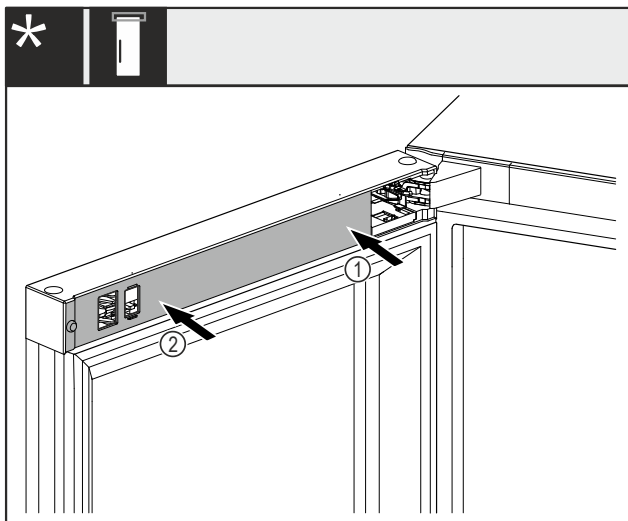

Fig. 33
- Najprije postavite poklopac Fig. 33 (1) na stranu podloška ležaja i uglavite ga.
- Postavite poklopac Fig. 33 (2) na vanjsku stranu i uglavite ga.